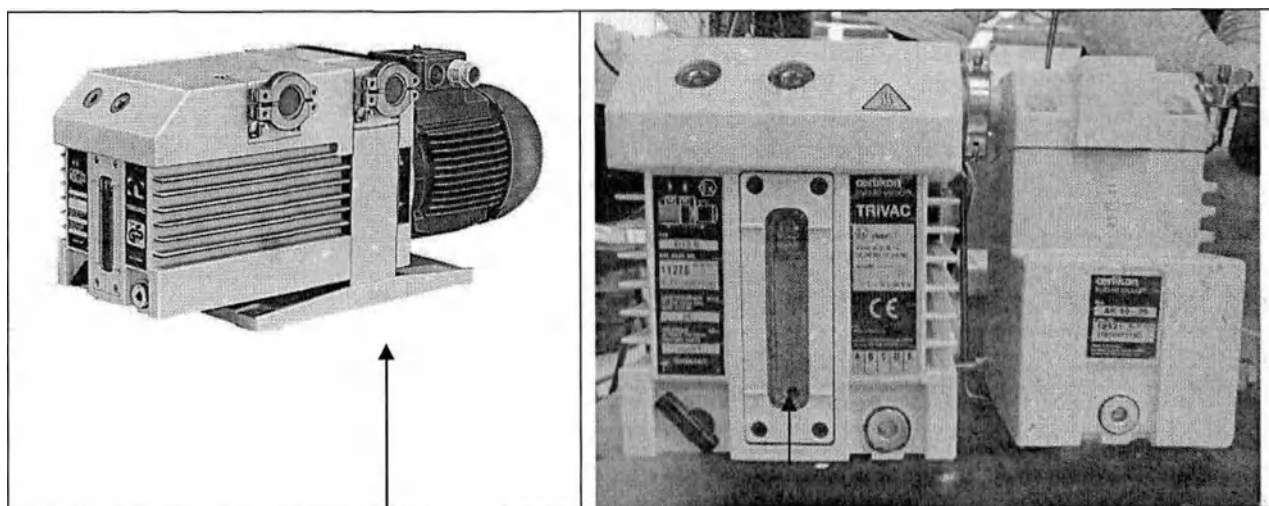

Рис. 8 –Вакуумный насос
2. Снимите колпачки винтов на лотке отсека для стерилизационного состава. Отвинтите панель лотка и снимите ее. Снимите нижнюю переднюю панель (рис.1) и проверьте уровень масла в вакуумном насосе. Он должен быть между отметками «MIN» и «MAX» (рис.8).